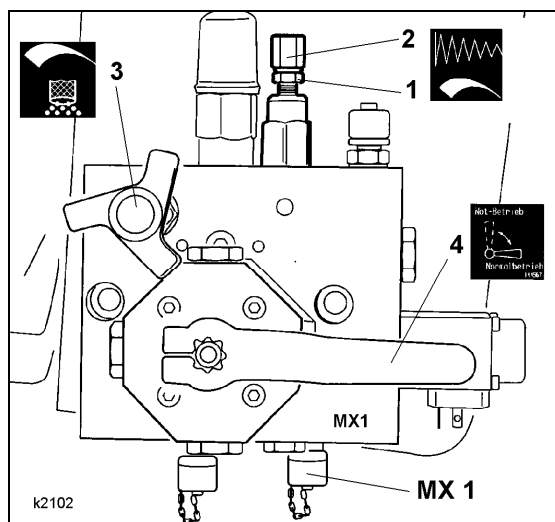

Fig. 2
- Suelte la contratuerca 1 (Fig. 2).